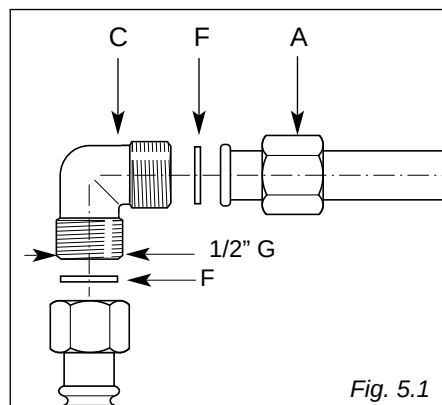

Fig. 5.1
A junção do fogão está constituído pelos seguintes elementos (fig. 5.1):
- ✓ *As juntas “F” (fig. 5.1) são os elementos que garantem a vedação da conexão do gás. Sugere-se a sua substituição quando os mesmos apresentassem também a mínima deformação.*